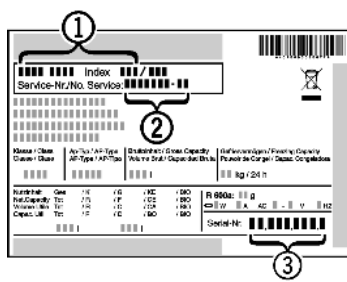

Fig. 18
- ▶ Наименование устройства *Fig. 18 (1)*, сервисный № *Fig. 18 (2)* и серийный № *Fig. 18 (3)* считайте с заводской таблички. Заводская табличка находится внутри устройства слева.
- ▶ Обратитесь в сервисную службу и сообщите вид неисправности, наименование устройства *Fig. 18 (1)*, сервисный № *Fig. 18 (2)* и серийный № *Fig. 18 (3)*.